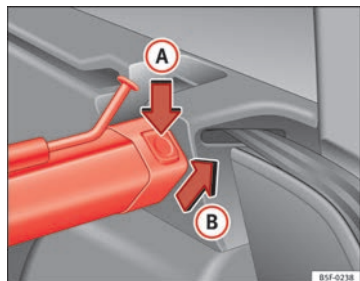

Fig. 99 No porta-bagagens: desmontar a rede de separação
- Pressione o botão de desbloqueio esquerdo ou direito ⇒ Fig. 99 no sentido da seta A.
- Pressione a carcaça nos suportes esquerdo e direito no sentido contrário ao da seta B até que encaixe ⇒ Fig. 99.